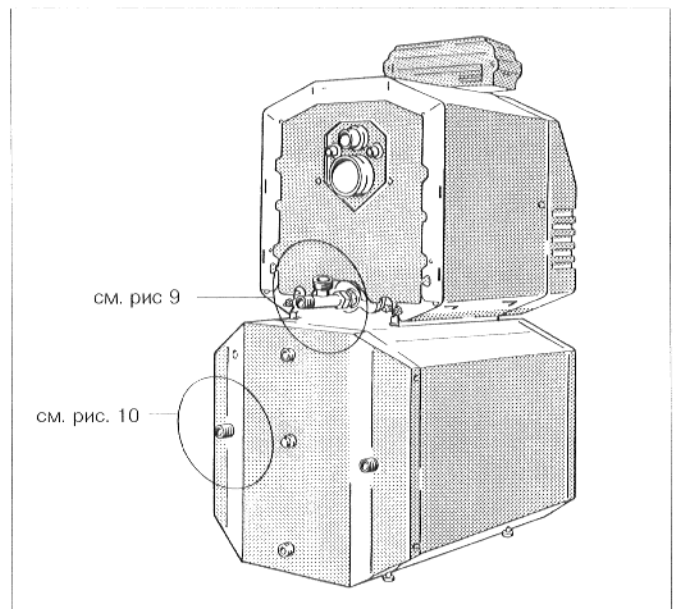
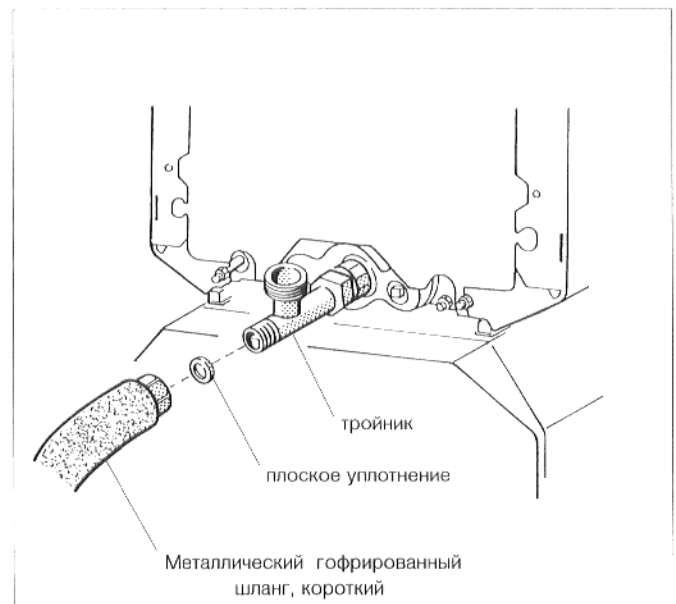
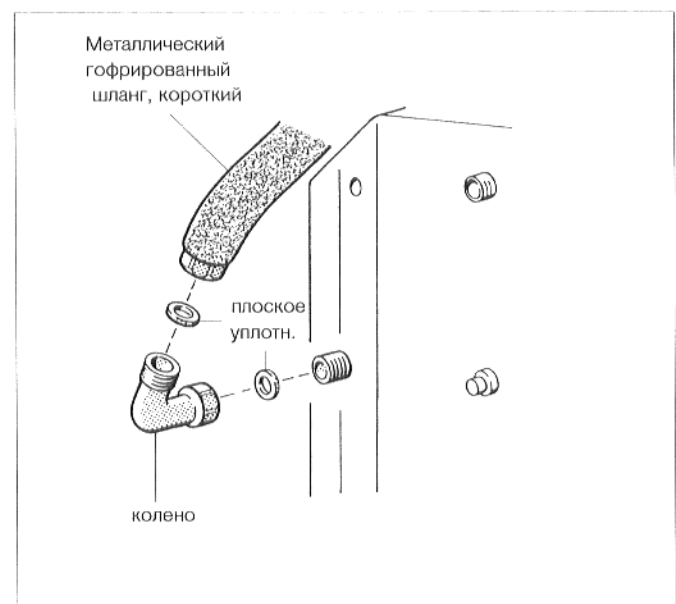

Рис. 8
Рис. 9
Рис. 10
- Вложить плоское уплотнение в накидную гайку металлического гофрированного шланга для возвратной линии (короткий), и привинтить металлический гофрированный шланг к заднему выпускному отверстию тройника (рис. 8 и рис. 9).
- Проложить металлический гофрированный шланг в направлении подключения возвратной линии бойлера-нагревателя хозяйственной воды, изменяя при этом соответственно форму шланга (рис. 8).
- Вложить уплотнение в накидную гайку колена, и слегка привинтить колено к присоединительному отверстию бойлера-нагревателя хозяйственной воды (рис. 10 и рис. 8).
- Вложить плоское уплотнение во вторую накидную гайку металлического гофрированного шланга и привинтить металлический гофрированный шланг к колену (рис. 10 и рис. 8).
- Затянуть накидную гайку колена (рис. 10 и рис. 8).